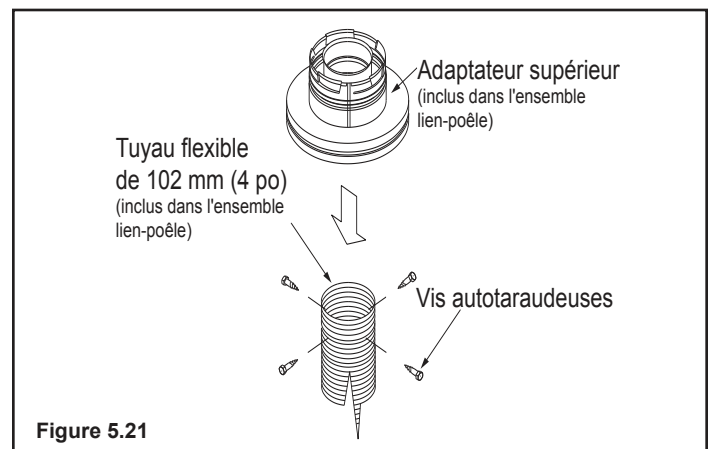

Figure 5.21
3. Connectez l'extrémité du tuyau flexible à la face inférieure de l'adaptateur supérieur au moyen de quatre vis autotaraudeuses (figure 5.21).
- Connectez la chemise flexible à l'adaptateur au moyen de trois vis à tôle (figure 5.21).